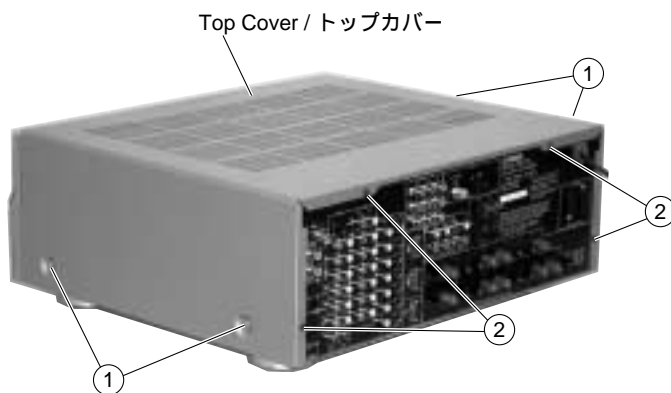

Fig. 1
- Remove 4 screws ( ① ) and 4 screws ( ② ). (Fig. 1)
- Slide the Top Cover rearward to remove it. (Fig. 1)
- ①のネジ4本、②のネジ4本を外します。( Fig. 1 )
- トップカバーを後方へスライドさせ取り外します。( Fig. 1 )